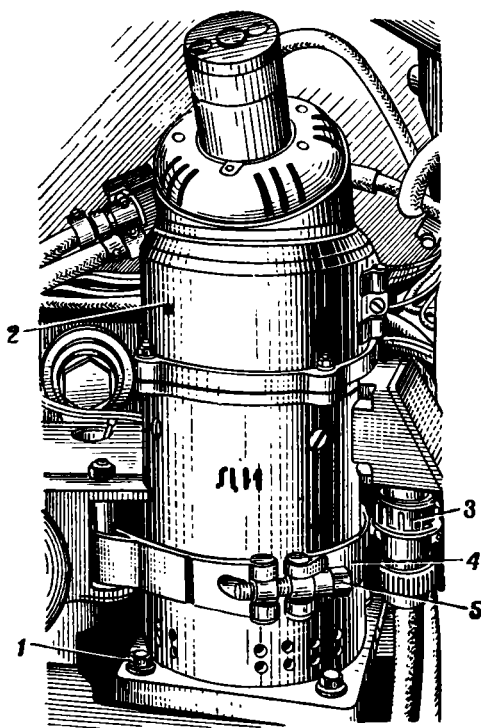

Рис. 19. Установка исполнительного двигателя:
1. Расшплинтовать и отвернуть накидную гайку штепсельного разъема 3 (рис. 19), отсоединить кабель от исполнительного двигателя 2.
1. Установить исполнительный двигатель 2 (рис. 19) на привалочную плоскость поворотного механизма и закрепить болтами 1 с пружинными шайбами.